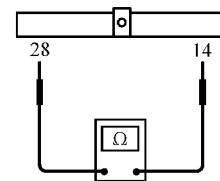

图 10-60 测试线路电阻值
3) 如图 10-60 所示, 检查 ABS 执行器和电子单元线束接头端口之间的电阻, 然后对比标准值进行比较, 判断其是否故障。